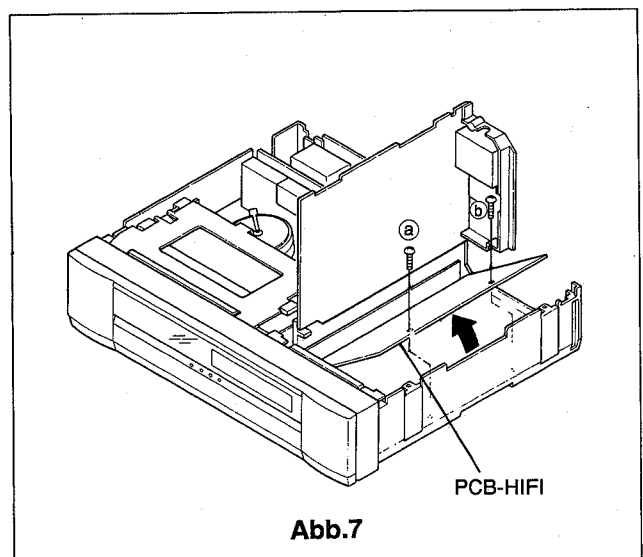

Abb.7
- Entfernen Sie die 2 Schrauben (a) und (b) die die Kontrollplatten befestigen wie in Abb.7.